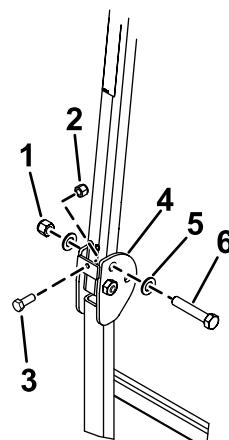

Рисунок 17
- Установите шайбу (13/16 x 1½ дюйма) на каждый болт (¾ x 4 дюйма), как показано на Рисунок 17.
- В отверстия, из которых были извлечены штифты, установите болты с шайбами (Рисунок 17).
- Установите еще по одной шайбе на каждый болт и закрепите с помощью гаек (¾ дюйма), как показано на Рисунок 17. Затяните гайки с моментом от 323 до 396 Н·м.
- Установите болт (3/8- 16 x 1 дюйм или 1 - 1/4 дюйма) с зажимной гайкой (болты и зажимные гайки в комплект не входят) в пластину с резьбой на каждой стороне нижней части защитной дуги в области петель (Рисунок 17). Затяните болт до упора
7. Затяните шарнирный болт конструкции ROPS (Рисунок 17) с моментом 91 – 113 Н·м, чтобы предотвратить любые вибрации защитной дуги и солнцезащитного навеса.